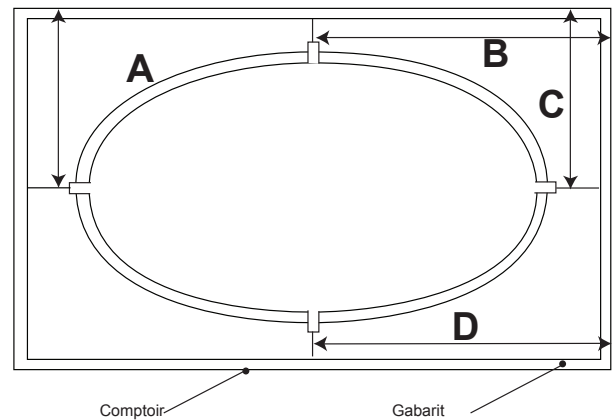

Figure 16 - mesure de la distance
- Mesurez la distance du mur ou d'un autre point fixe jusqu'aux lignes centrales (figure 16)